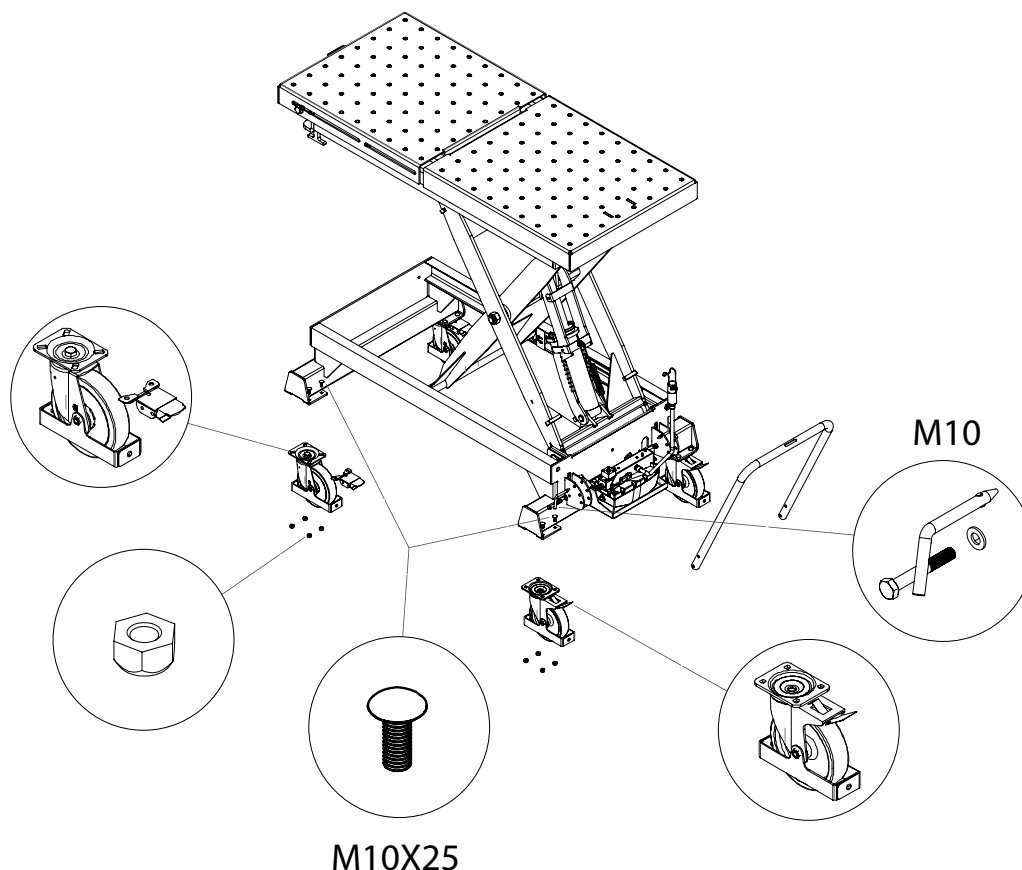

Bild 01
- Der Handgriff muss wie in "Abbildung 01" angegeben montiert werden
- Die Räder müssen wie in "Abbildung 01" angegeben montiert werden
Die Räder mit Bremsen müssen neben dem Griff "Bild 01" montiert werden.
Die Räder mit Richtungsfeststeller müssen auf der gegenüberliegenden Seite des Griffs "Bild 01" montiert werden.